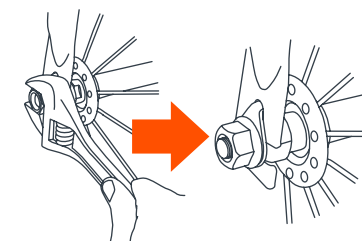

Fig. 4
- 4) • Posicione la rueda correctamente. Ponga las tuercas en el eje y atorníllelas con una llave inglesa abierta o de pipa. Apriételas hasta que sienta bastante resistencia. La rueda debe quedar fija (Fig. 4).